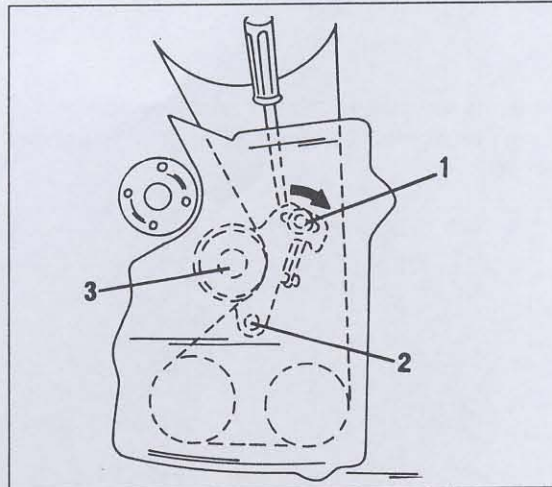

Bild 141
- Einen Schraubenzieher entsprechend Bild 141 von oben in die Öffnung des unteren Schutzdeckels einsetzen und gegen den Riemenpanner ansetzen. Eine Taschenlampe muss vorhanden sein, damit man sehen kann, wo der Schraubenzieher angesetzt wird. Nicht den Riemen dabei verletzen.
- Den Riemen Spanner in die in Bild 141 gezeigte Richtung drücken und wieder loslassen.